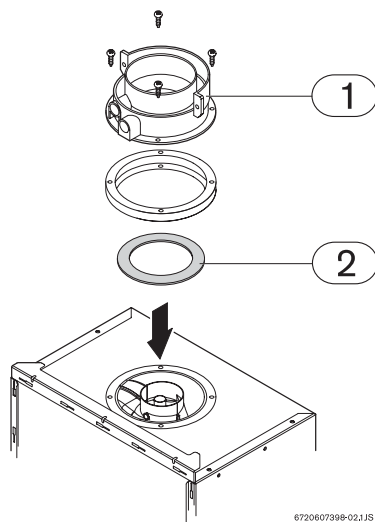

Fig. 6 Diafragma
Dependendo do tipo de saída e das condições de instalação, deve colocar-se um diafragma (Fig. 6) debaixo do adaptador (tabela 7 e 8).
- ▶ Desapertar os parafusos de fixação do adaptador (Fig. 6, pos. 1).
- ▶ Posicionar o diafragma (Fig. 6, pos. 2) entre o adaptador e o aparelho.
- ▶ Voltar a fixar o adaptador ao aparelho através dos 4 parafusos (Fig. 6, pos. 1).